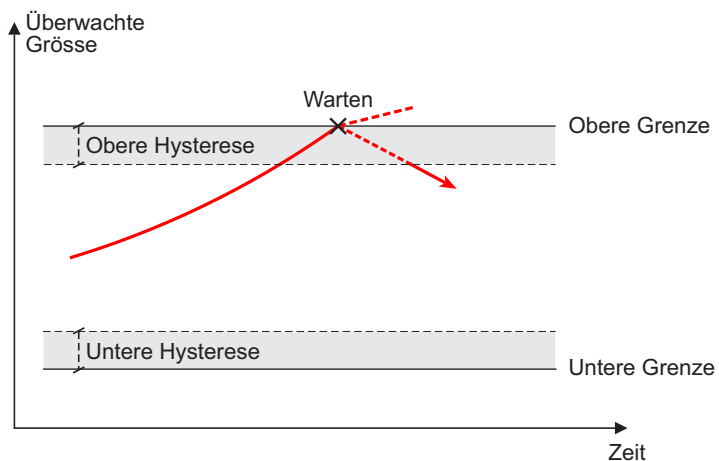

Abb. 4.13: Aktion "Warten"
- **Untere Hysterese:** Die untere Hysterese stellt einen Toleranzbereich für die untere Grenze dar (siehe *Abb. 4.13*). Bei der **Aktion "Warten"** wird erst weiterdosiert, wenn die überwachte Grösse die untere Grenze inkl. dem hier eingegebenen Wert wieder überschritten hat. Es sind nur positive Werte erlaubt.
- **Obere Hysterese:** Die obere Hysterese stellt einen Toleranzbereich für die obere Grenze dar (siehe *Abb. 4.13*). Bei der **Aktion "Warten"** wird erst weiterdosiert, wenn die überwachte Grösse die obere Grenze inkl. dem hier eingegebenen Wert wieder unterschritten hat. Es sind nur positive Werte erlaubt.